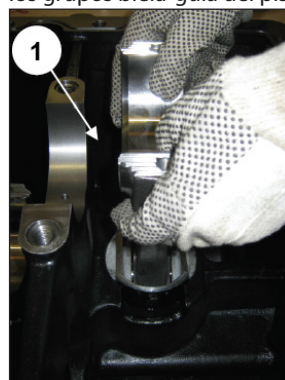
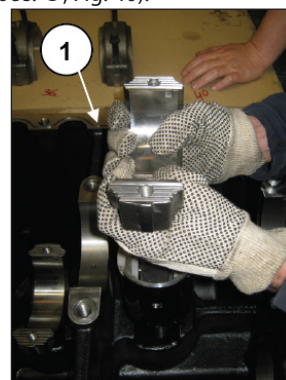

Fig. 39
Fig. 40
Extraer la biela de su cilindro (pos. ①, Fig. 39) y, a continuación, los grupos biela-guía del pistón (pos. ①, Fig. 40).